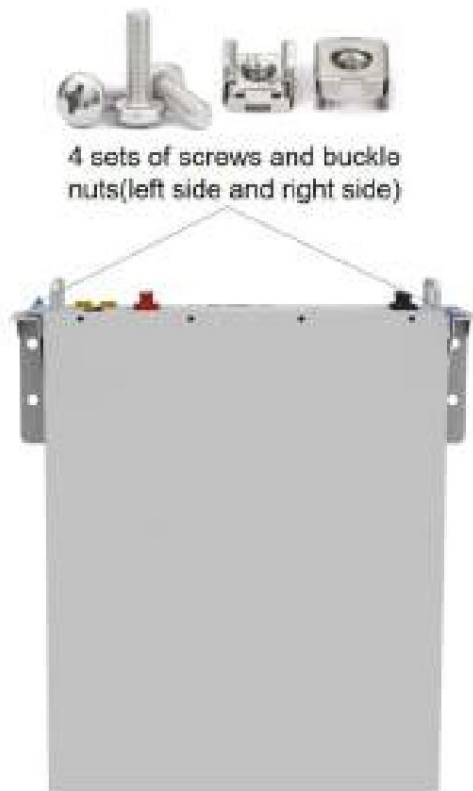

Figura 4-4
d) Fixați capul șurubului șurubului de expansiune pentru a finaliza montarea. e) Purtați bateria și țineți-o. Fixați bateria pe suport după ce o fixați pe perete. Asigurați-vă că urechile de montare a bateriei sunt aliniate cu orificiile din stânga și din dreapta de pe suport, așa cum se arată în Figura 4-4.